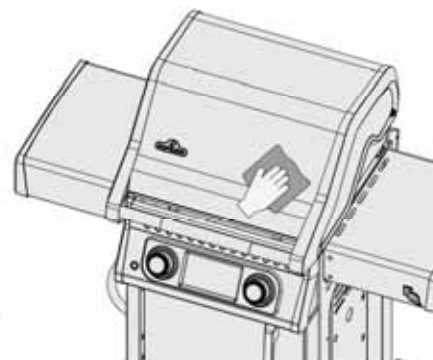

Fig. 9
- Essuyez toujours dans le sens du grain. (Fig. 9)